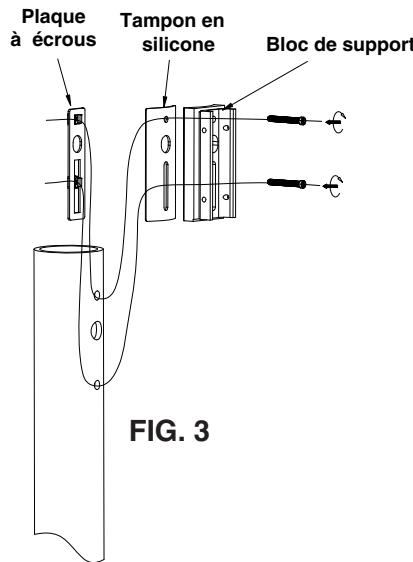

FIG. 3
1. Serrez la plaque à écrous et l'adaptateur sur le poteau (voir la FIG. 3).